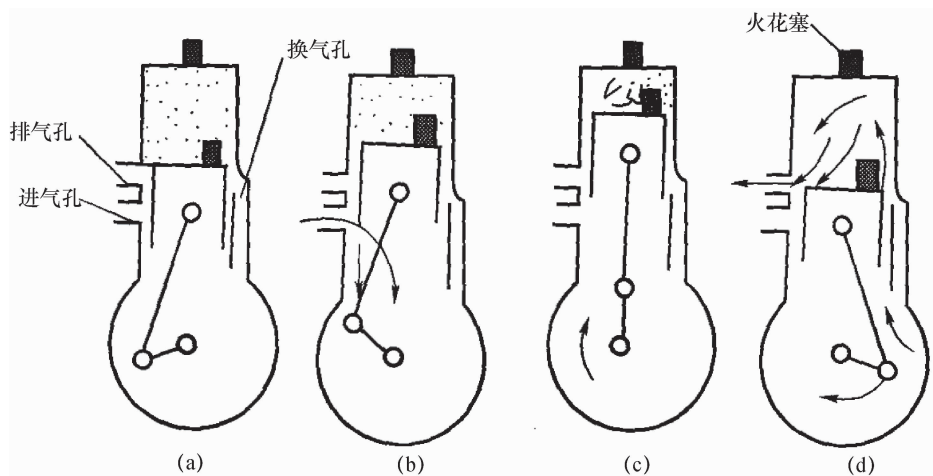

图 1-11 二冲程汽油机的工作循环图
(1)二冲程汽油机简单工作原理。二冲程发动机工作循环也包括进气、压缩、做功和排气4个过程,但它是在活塞往复两个行程内完成的。图1-11所示为二冲程汽油机的工作循环图。
1)第一行程:活塞由曲轴带动从下止点向上止点移动,当活塞上行至关闭换气孔和排气孔时,如图1-11(a)所示,已进入汽缸的新鲜混合气被压缩,活塞继续上移至上止点时,压缩结束;同时在活塞上行时,其下方曲轴箱内形成一定真空度,当活塞上行到一定位置时,进气孔开启,如图1-11(b)所示,新鲜的混合气被吸入到曲轴箱。至此第一行程结束。
2)第二行程:活塞接近上止点时,火花塞产生电火花,点燃被压缩的混合气,燃烧形成的高温、高压气体推动活塞下行做功,如图1-11(c)所示,当活塞下行到关闭进气孔后,曲轴箱内的混合气被预压,活塞继续下行至排气孔开启时,如图1-11(d)所示,燃烧后的废气靠自身压力经排气孔排出;紧接着,换气孔开启,曲轴箱内经预压的混合气进入汽缸,并排除汽缸内